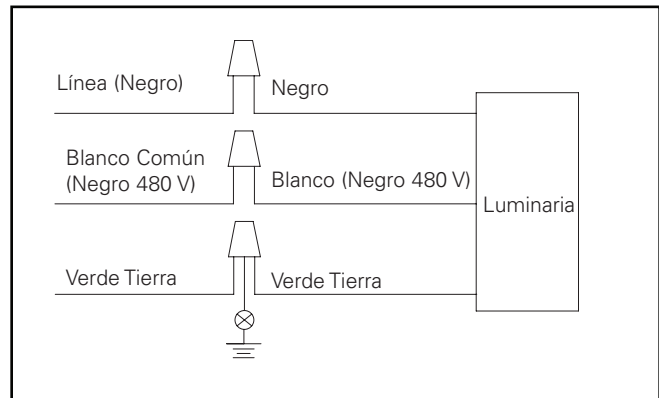

Figura 11.
- Conecte los cables en el interior del brazo de montaje. Consulte el diagrama de cableado para conocer las conexiones de la alimentación. Conecte los cables de alimentación a los terminales correspondientes de la luminaria. (Figura 11.)